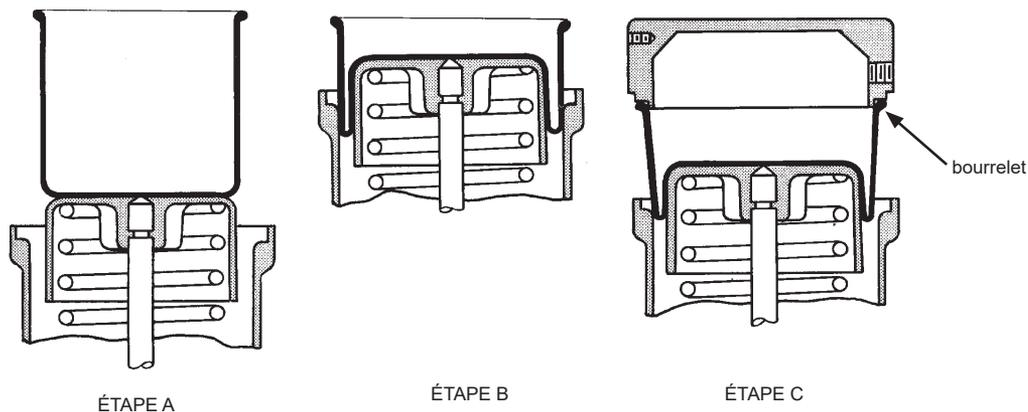

Figure 7 - Méthode 1
- H-1.** La membrane comporte (40) une inscription « Piston Side » sur son côté piston. Si vous utilisez de la colle, appliquez-la de ce côté de la membrane.
- I-1.** Centrez et collez la membrane (40) au sommet du piston (43) (Figure 7 - Méthode 1, étape A).
- J-1.** Faites rouler la membrane (40) à l'intérieur du cylindre du ressort (38) jusqu'à ce qu'elle soit partiellement engagée dans le cylindre du ressort (Figure 7 - Méthode 1, étape B).